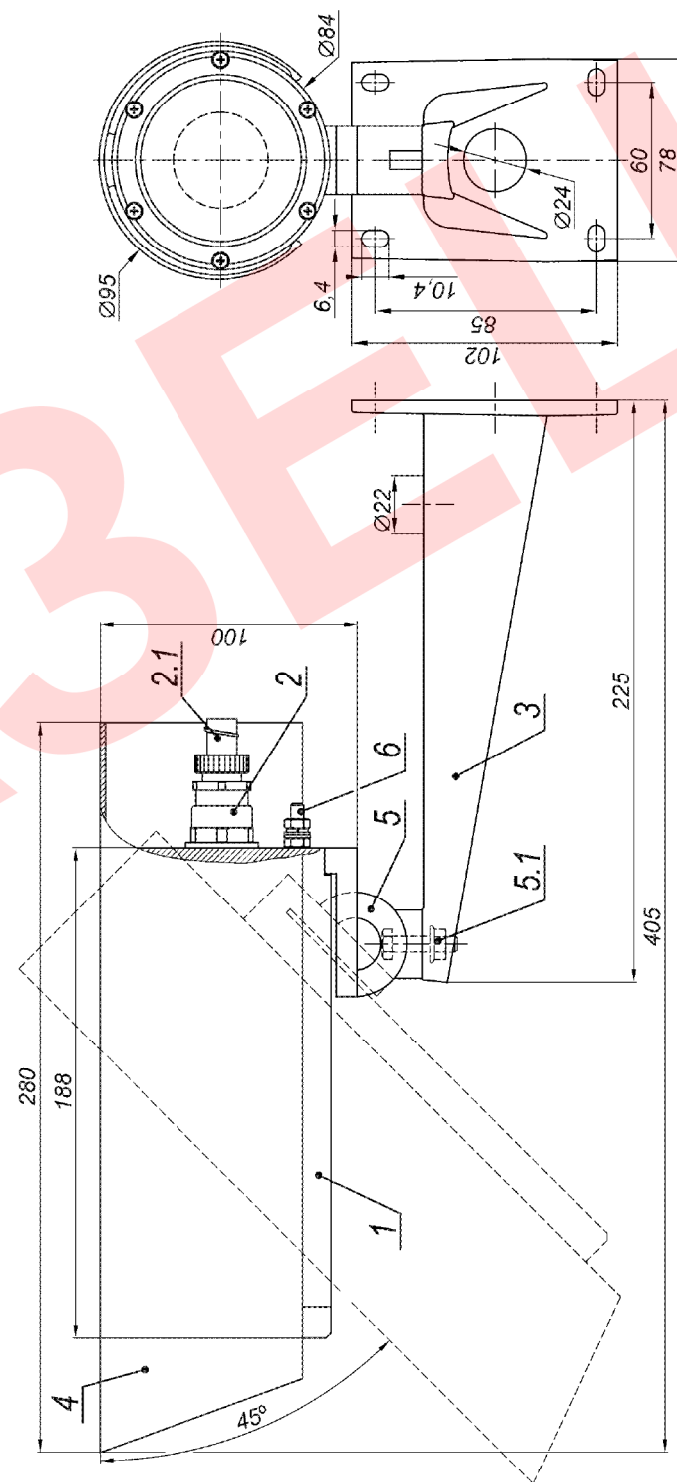

Рис.1 Состав изделия. Габаритные и установочные размеры
1. Установить кронштейн (поз.3 рис.1) на штатное место и закрепить на нём термокожух с видеокамерой (поз.1 рис.1).
8. Ослабив гайку болта фиксации шарнира (поз.5.1 рис.1) установить видеокамеру на нужное направление обзора, после чего надёжно зафиксировать шарнир, затянув гайку.
9. Заземлить видеокамеру с помощью болта заземления (поз.3 рис.1).